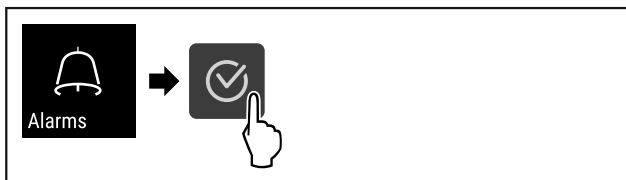

Fig. 141
- ▶ Провести етапи операцій (див. Fig. 141) .